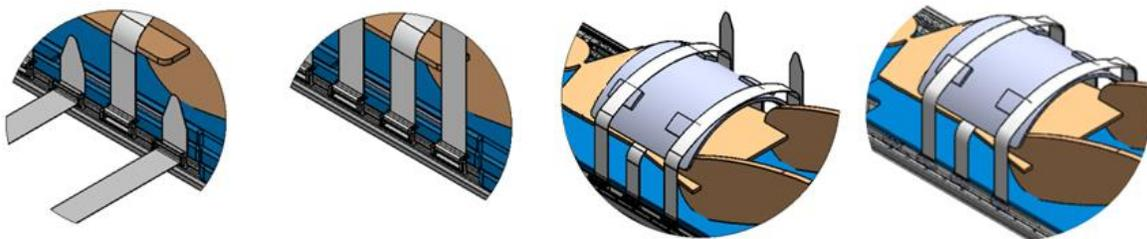

Abbildung 56: Befestigung der Vorderspulen-Gurte
3. **MRT-MTRA:** Bringen Sie zwei Vorderspulen-Gurte an (siehe *Abbildung 56*).